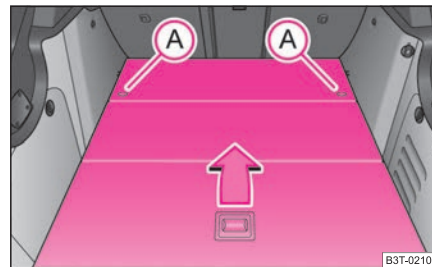

Fig. 80 Maletero: desmontar el piso levantado
- Desbloquee el piso girando las argollas de seguridad (A) a izquierda, aprox. 90° ⇒ página 83, fig. 80.